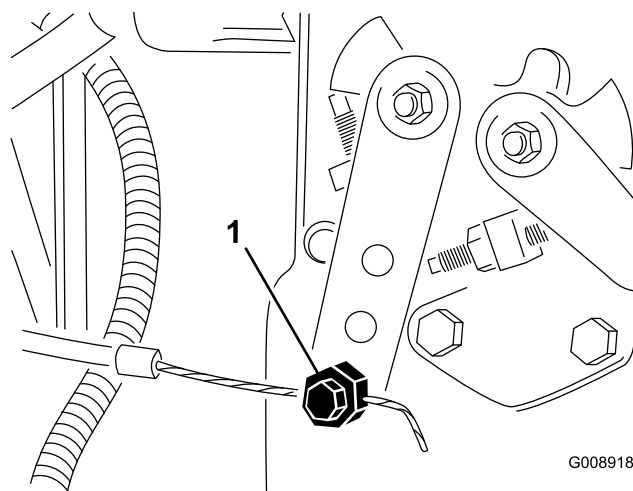

Figura 71
2. Desaperte o dispositivo de ligação do cabo do regulador na alavanca da bomba de injeção (Figura 71).